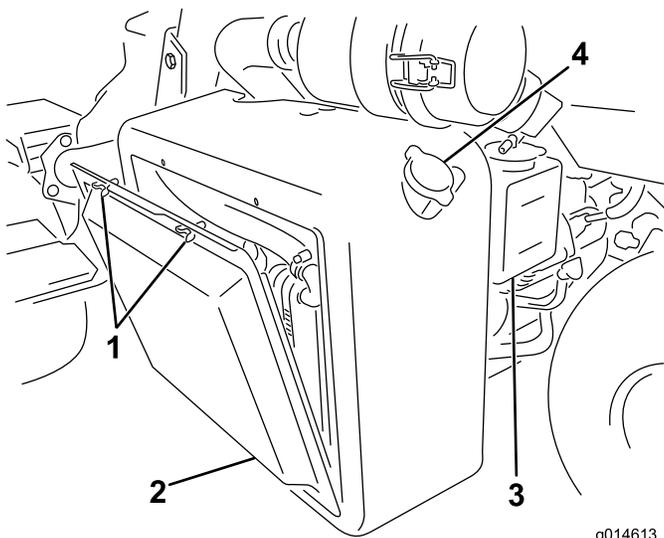
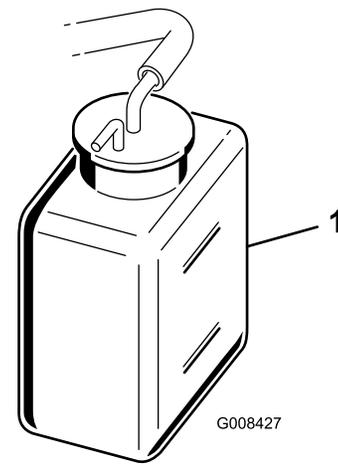

Figure 47
Figure 48
1. Retirez l'écran du radiateur (Figure 47).
2. Contrôlez le niveau de liquide de refroidissement (Figure 47 et Figure 48).